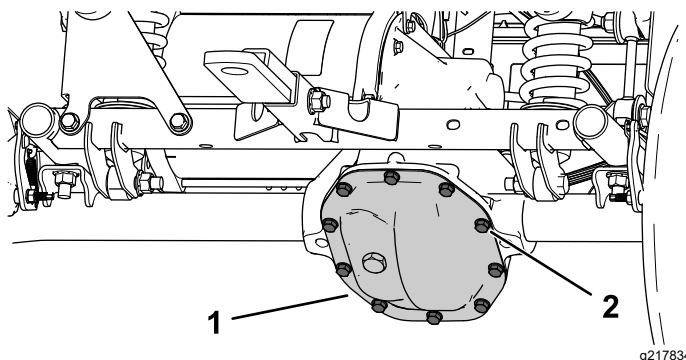

Figure 53
1. Placez un bac de vidange sous la protection de la boîte-pont (Figure 53).
2. Retirez les boulons de la protection de la boîte-pont moteur et vidangez tout le liquide (Figure 53).